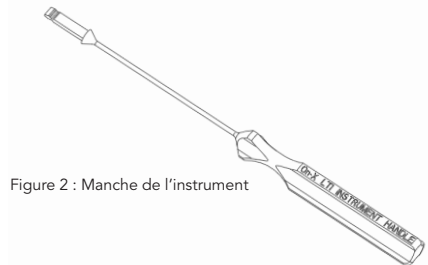

Figure 2 : Manche de l'instrument
**Manche d'instrument** – Le manche d'instrument (Figure 2) facilite la manipulation de la valve ou du rotateur pendant l'intervention chirurgicale. Le manche d'instrument se compose d'une poignée, d'une tige flexible et d'une pointe.